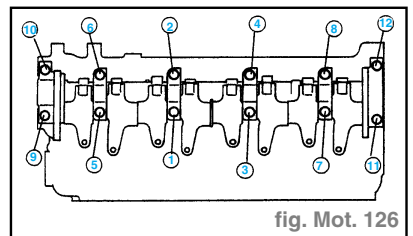

fig. Mot. 126
- Serrer les boulons en deux ou trois passes, dans l'ordre indiqué. (fig. Mot. 126)